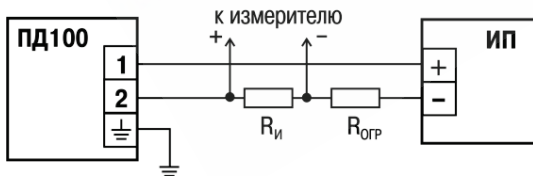

Рисунок 5 – Схема подключения
2) – зависит от напряжения питания (см. рисунок 5).